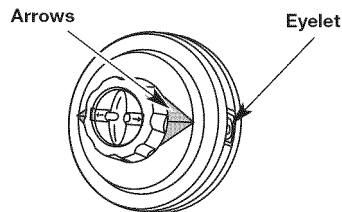

Рис. 16
1. Совместите стрелку на ударной кнопке с отверстием на крышке головки, если они ещё не совмещены (Рис.16).